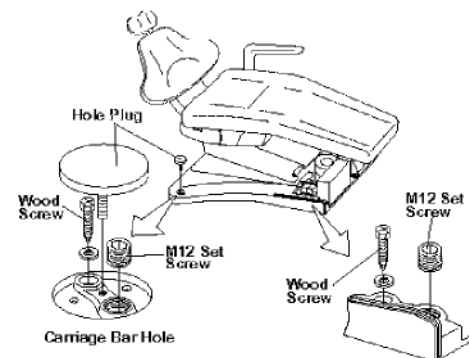

Fig.6-22 Fixing Base on Floor
(3) Fixation de la boîte au sol
- A. Après la vérification de la position du fauteuil, vérifiez la boîte au sol avec les 4 vis. (Fig.6-22)
- B. Fixez les 4 vis M12 sur la base (ajustement du niveau des vis). Le niveau du fauteuil peut être réglé avec la mise à niveau des vis (Fig.6-22)
- C. Fixez les prises sur les barres de la base du fauteuil (Fig.6-22)